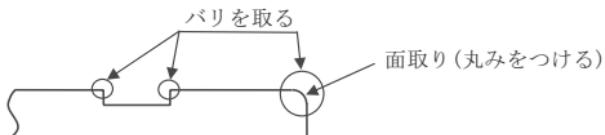

図47 挿し口のバリ取りおよび面取り
- (4) やすりまたはグラインダなどを使用して、加工時に発生したバリを取り、挿し口先端に面取り（丸みをつける）を行う（図47参照）。